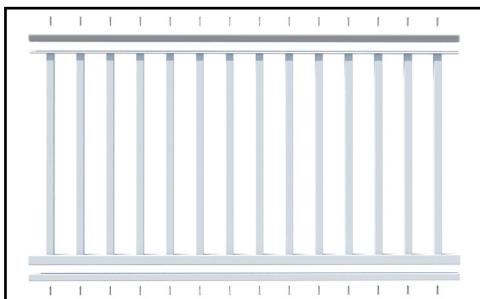

Fig. 9
- Répétez cette étape pour les autres piquets le long des pièces du haut et du bas. (Voir la Fig. 9.)